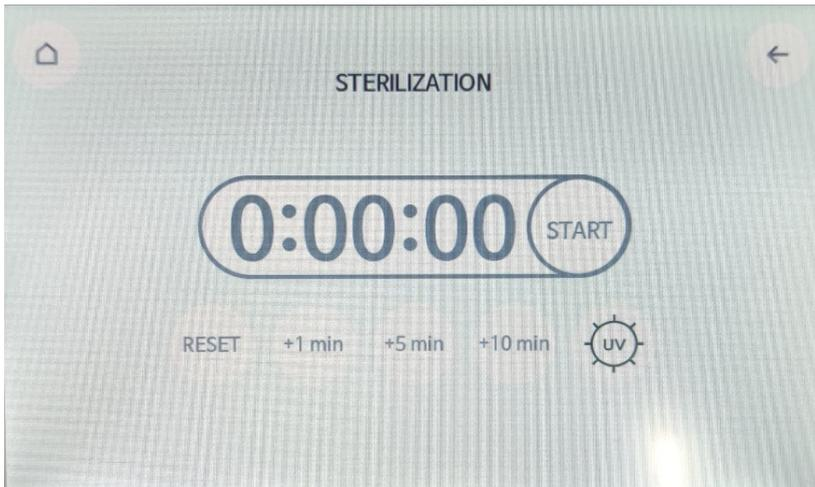

Abbildung 26. Menü „Sterilization“ (Sterilisation) der Touchscreen-Bedienoberfläche des IndiMag 48s.
2. Stellen Sie über die Minuten-Schaltflächen die gewünschte Zeit ein (Details siehe Abbildung 26).